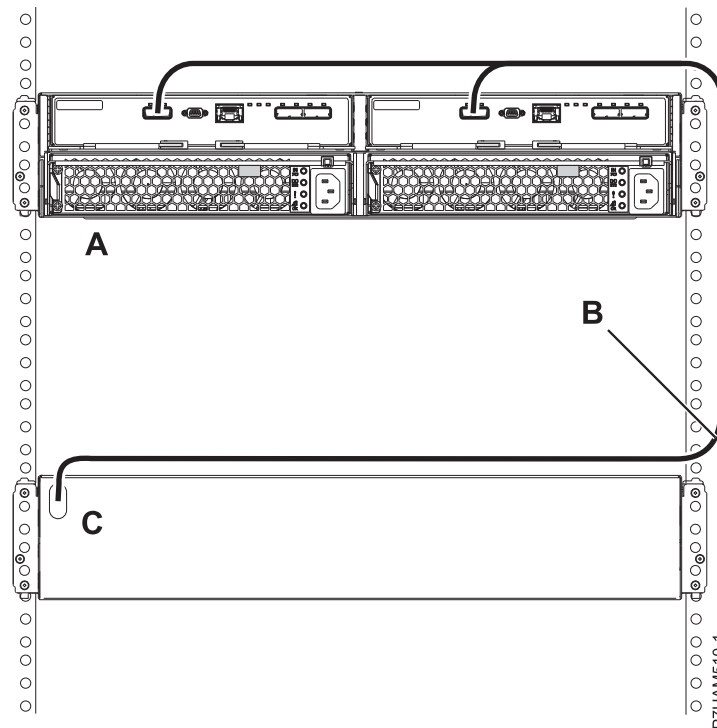

図 34. 単一 SAS ドロワーをサポートするシステムへの YI ケーブルを使用した、1 台の 5887 ディスク・ドライブ・エンクロージャーのモード 1 接続
8. 図 34 に示すように、単一 SAS ドロワー (C) をサポートするシステムへの YI ケーブル (B) を使用した、1 台の 5887 ディスク・ドライブ・エンクロージャー (A) のモード 1 接続を行います。